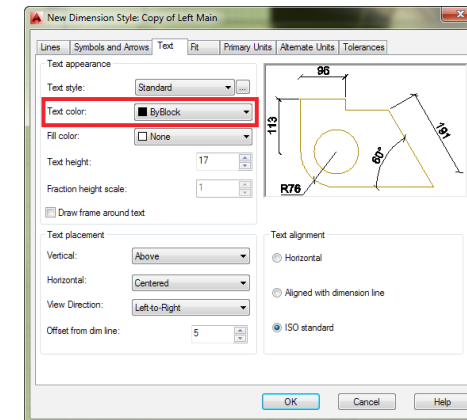

Рис. 103 Цвет текста
- **Text color (Цвет текста).** В данном разделе в выпадающем меню мы можем выбрать цвет текста (Рис. 103).